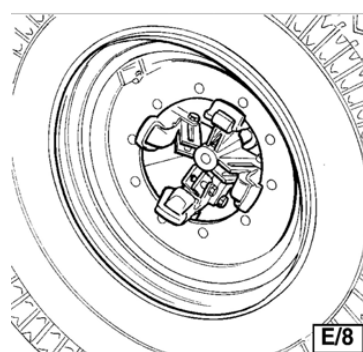

Рисунок 15
– Зафиксируйте обод, как показано на рис. 15.